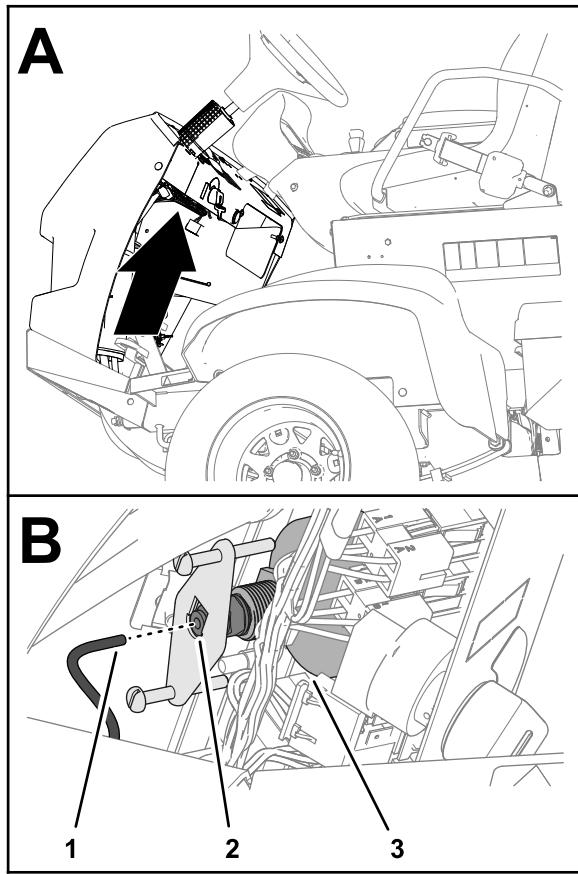

Figure 122
- Détachez le tube au dos du manomètre et placez l'extrémité dans un bac (Figure 122).